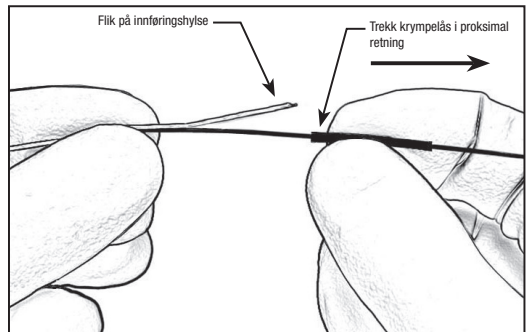

Figur 2 – AZUR-frigjøringskontroll
13. Før enheten brukes, må du fjerne den proksimale enden av innføringsdriveren fra innpakningsløyken. Utvis forsiktighet for å unngå at denne enden av innføringsdriveren kontamineres med fremmede stoffer som blod eller kontrastmiddel. Før den proksimale enden på innføringsdriveren inn i den traktformede delen på AZUR-frigjøringskontrollen. Se figur 2. Trykk ikke på frigjøringsknappen på dette tidspunktet.
33. Koble den proksimale enden av innføringsdrivener til AZUR-frigjøringskontrollen ved å sette den proksimale enden på innføringsdrivener hardt inn i den trafkformede delen på AZUR-frigjøringskontrollen. Se figur 2.